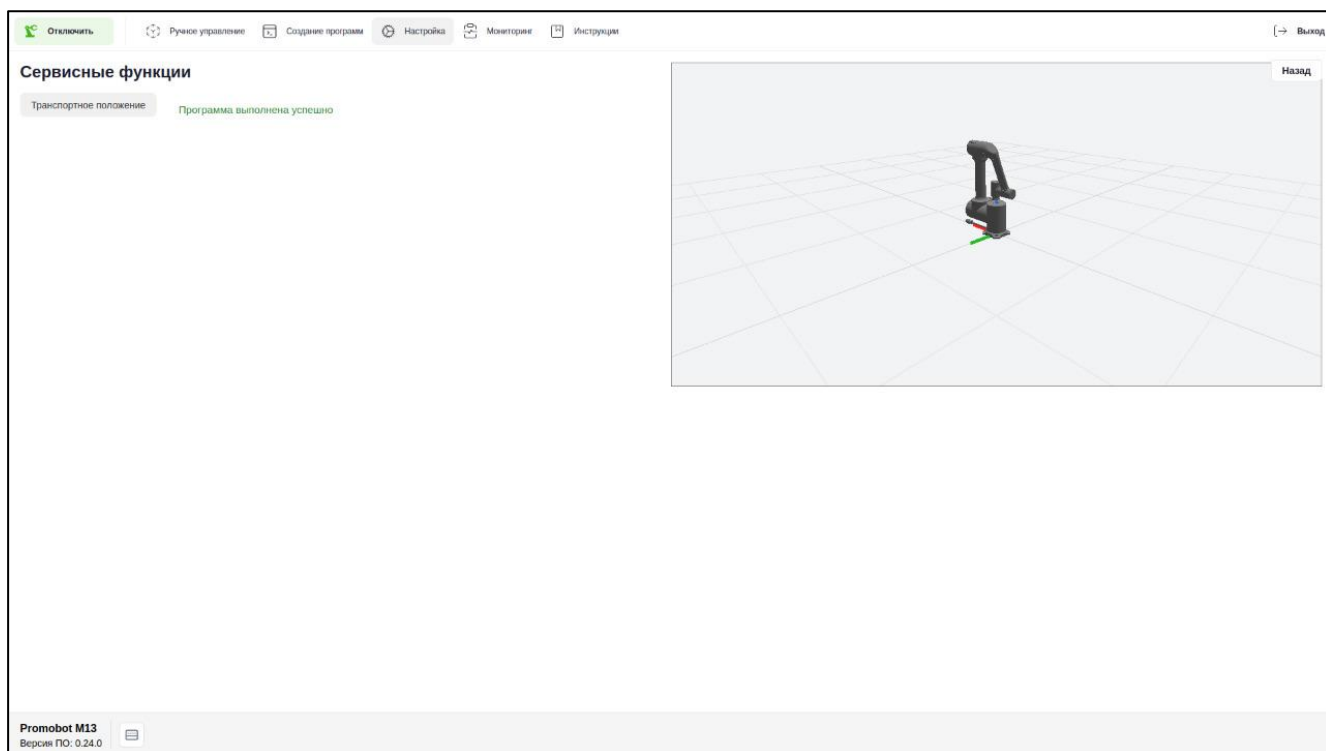

Рисунок II-61 – Раздел «Сервисные функции»
- д) дождитесь пока манипулятор примет транспортное положение и на экране отобразится уведомление «Программа выполнена успешно» (см. Рисунок II-61+).